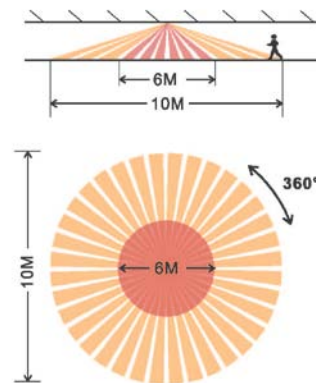

FIGURA 2
- A unidade tem um ângulo de deteção de 360° e um raio de 3 metros para detetar pequenos movimentos, e até 5 metros para pessoas que cruzem o campo transversalmente, instalado a uma altura de 2.5 metros. (FIGURA 2)